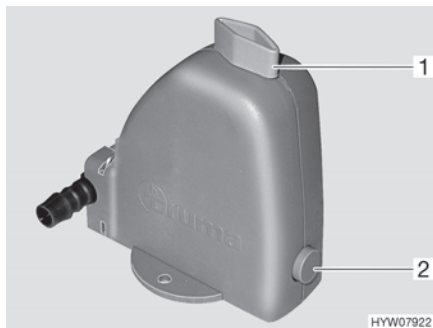

Bild 112 Säkerhets-/avtappningsventil
Värmesystemet är utrustat med en säkerhets-/avtappningsventil (Bild 112). Säkerhets-/avtappningsventilen gör så att vattnet i varmvattenberedningen inte fryser till is när det är frost och värmesystemet inte är påslagen.
- Stäng säkerhets-/avtappningsventilen. Ställ vredet (Bild 112,1) diagonalt mot säkerhets-/avtappningsventilen och tryck in tryckknappen (Bild 112,2).
- Öppna säkerhets-/avtappningsventil. Vrid då vredet (Bild 112,1) mot säkerhets-/avtappningsventilen. Tryckknappen (Bild 112,2) skjuts ut. Nu töms varmvattentanken via säkerhets-/avtappningsventilen utomhus.